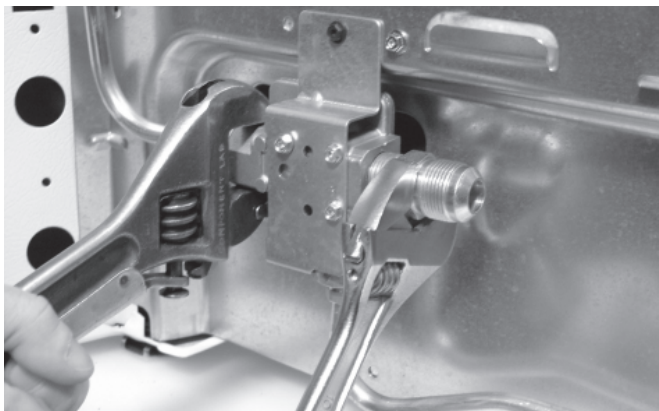

Fig. 4d
**REMARQUE** : Assurez-vous de **stabiliser** le côté gauche du détendeur au moyen d'une clé à molette avant d'effectuer le serrage des autres raccords qui lui sont rattachés (reportez-vous à la fig. 4d).